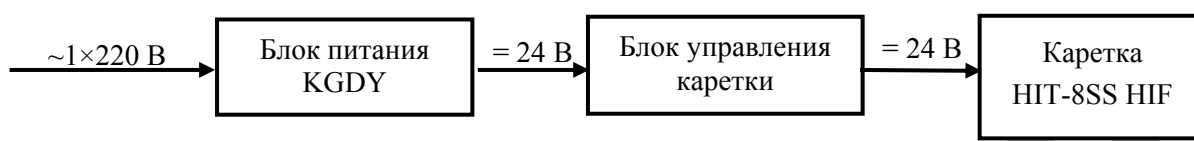

Рисунок 2: Блок-схема подключения сварочной каретки HIT-8SS HIF
- Подключить сварочную каретку (см. Рисунок 2, Рисунок 3)